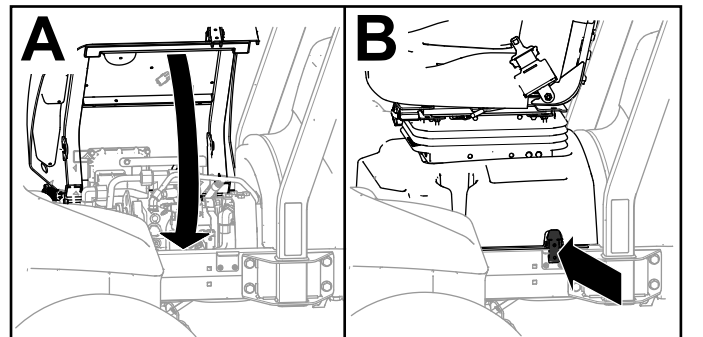

Bild 104
4. Schließen Sie den Sitz und das Sitzunterteil zu und verriegeln Sie das Sitzunterteil (Bild 104).